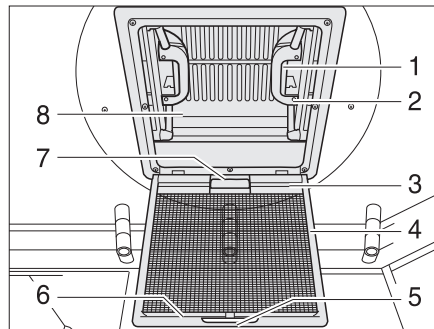

Bild 80 Taklucka med snäpplås
- Drag i handtaget (Bild 80,5).
- Fäll ned insektsskyddet (Bild 80,4).
- Tryck snäpplåset (Bild 80,1) mot takluckans insida (Bild 80,8). Tryck samtidigt takluckan uppåt med handtaget (Bild 80,2).
- Fäll upp insektsskyddet (Bild 80,4) så att det hakar i.
- Drag kraftigt ner takluckan (Bild 80,8) med hjälp av båda handtagen (Bild 80,2) så långt, att snäpplåsen (Bild 80,1) går i lås.
- Drag mörkläggningsrullgardinen (Bild 80,1) i handtaget (Bild 80,7) och haka i kroken (Bild 80,3) i listan på insektsskyddet.
- Lossa handtaget (Bild 80,3) från fästlisten (Bild 80,6) och för långsamt tillbaka mörkläggningsrullgardinen.